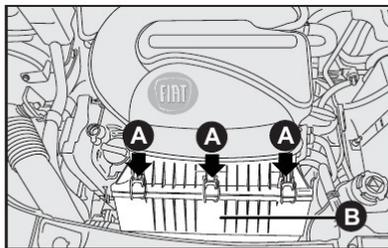

fig. 11
RESERVATÓRIO DE GASOLINA PARA PARTIDA A FRIO - D-fig. 11 (para veículos equipados com motor flex)
SUBSTITUIÇÃO - fig. 11,12 e 13
- Soltar os grampos A-fig. 11 e retirar a tampa B-fig. 11 pelo lado esquerdo;